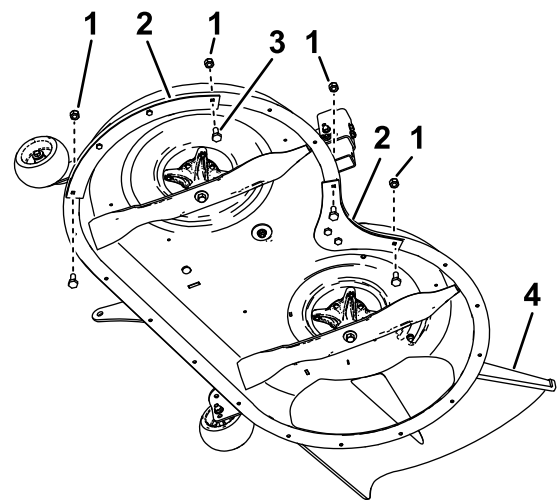

Figura 1
2. Rimuovete i dadi e i bulloni preesistenti dalle estremità dei deflettori preesistenti come mostrato nella Figura 1.